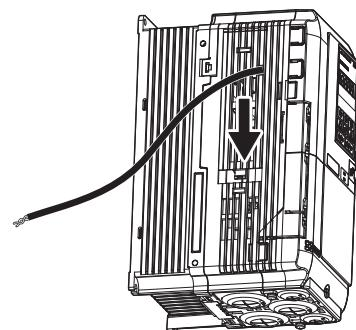

图 63 接口外罩的安装
- 4.** 如图 63 所示，滑动变频器的接口外罩并固定。